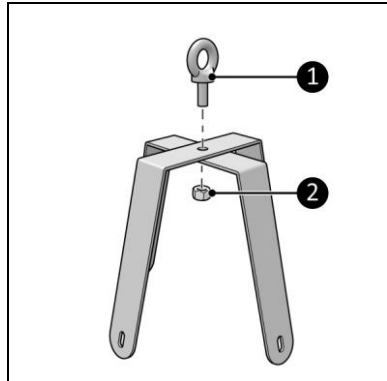

Figure 4
1. Vissez et serrez les deux supports ensemble avec l'œillet de suspension (figure 4, pos. 1) et l'écrou (figure 4, pos. 2).